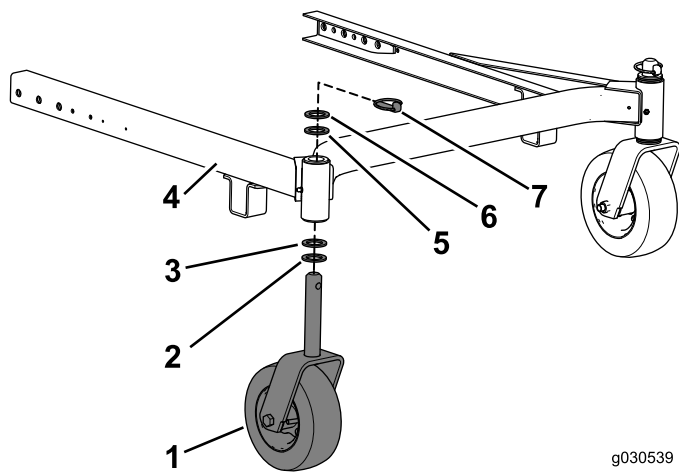

図 11
2. キャスタアセンブリをキャスタフォークに固定するスラストワッシャ4枚とリンチピンを使用する 図 11。